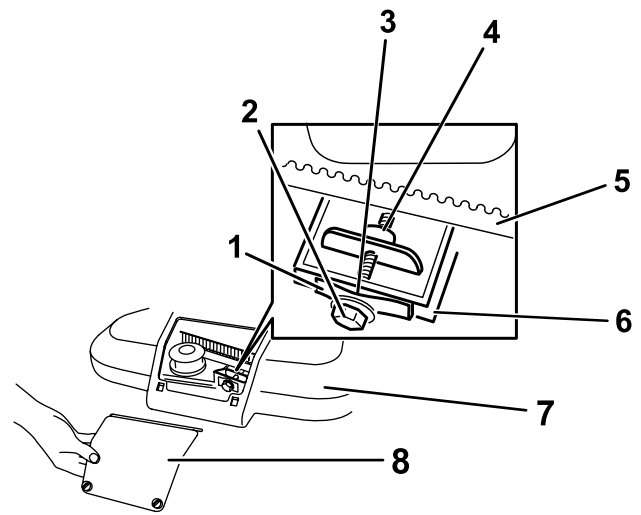

Bild 36
1. Lösen Sie die zwei Schrauben an der Zugangsplatte für die Riemenabdeckung und nehmen die Platte ab (Bild 36).
Hinweis: Wenn ein sichtbarer Abstand zwischen der Fühlerlehre und der Feder besteht, ziehen Sie die Einstellschraube und Mutter an, bis die Fühlerlehre nur schwer in den Abstand eingeschoben oder herausgezogen werden kann (Bild 36).